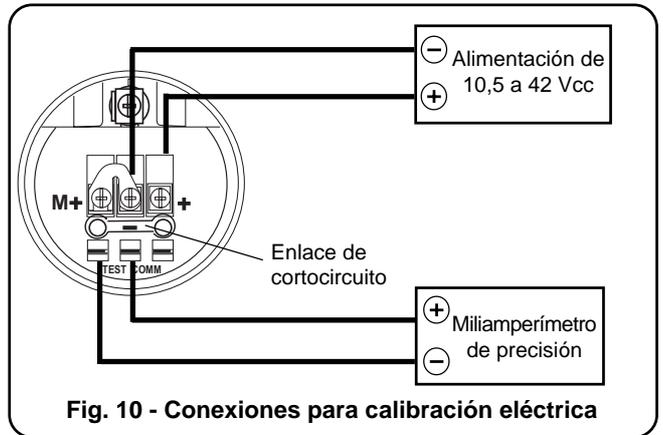

Fig. 10 - Conexiones para calibración eléctrica
- v) las conexiones eléctricas hayan sido efectuadas como está indicado en la Fig. 10, con inclusión de un miliamperímetro de precisión y eliminación del enlace de cortocircuito.